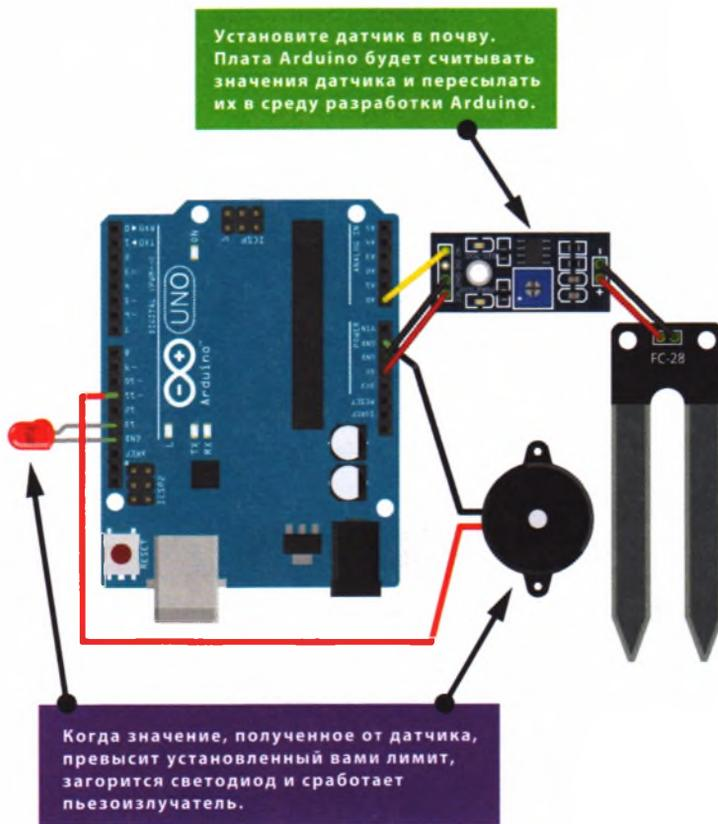

РИСУНОК 5.5
5. Убедитесь, что ваша цепь соответствует схеме на рис. 5.5, а затем загрузите в память Arduino код скетча, приведенный в разделе «Скетч» далее в этом проекте.
6. Подключите плату Arduino к компьютеру с помощью USB-кабеля. Откройте панель монитора порта в среде разработки Arduino, чтобы увидеть значения с датчика. Так вы сможете откалибровать устройство контроля полива вашего растения. В среде разработки отобразится актуальное показание датчика. В моем случае значение было равно 1000, если датчик не был установлен в почву. Так я вычислил значение минимальной влажности. Для калибровки этого значения вы можете поворачивать ручку потенциометра на контроллере по часовой стрелке для увеличения сопротивления и против часовой стрелки для уменьшения (см. рис. 5.5).